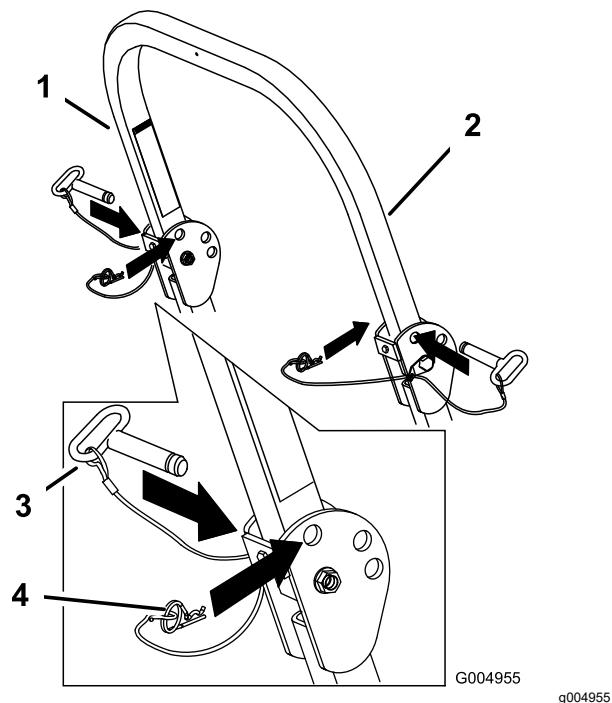

Рисунок 9
1. Извлеките шплинты и снимите два штифта (Рисунок 9).
3. Вставьте 2 штифта и закрепите их шплинтами (Рисунок 9).
- Извлеките шплинты и снимите два штифта (Рисунок 9).
- Поднимите защитную дугу в вертикальное положение, вставьте два штифта и закрепите их шплинтами (Рисунок 9).